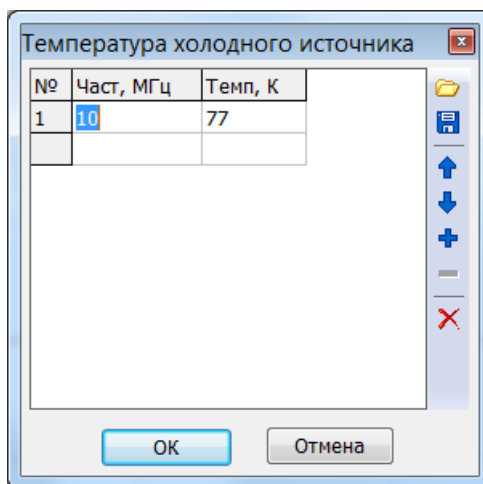

Рисунок 6.1 – Вставьте название рисунка
- Шаг 2.** Подготовить к работе эталонный ГШ, пользуясь указаниями, приведёнными в РЭ на него. Выбрать через главное меню «Параметры > Температура холодного источника». При этом должна появиться таблица со значениями шумовой температуры, зависящими от частоты (см. рисунок 6.1). Сравнить эти значения со значениями, приведёнными в сертификате калибровки, либо в свидетельстве о поверке используемого ГШ. При необходимости исправить таблицу или занести в неё значения из свидетельства о поверке (сертификата калибровки) ГШ. Если значение нормированной величины введено лишь для одной частоты, это значение будет использовано для всего диапазона частот. Рекомендуется сохранить эти данные, нажав соответствующую кнопку (см. рисунок 6.1), в формате *.gcold.